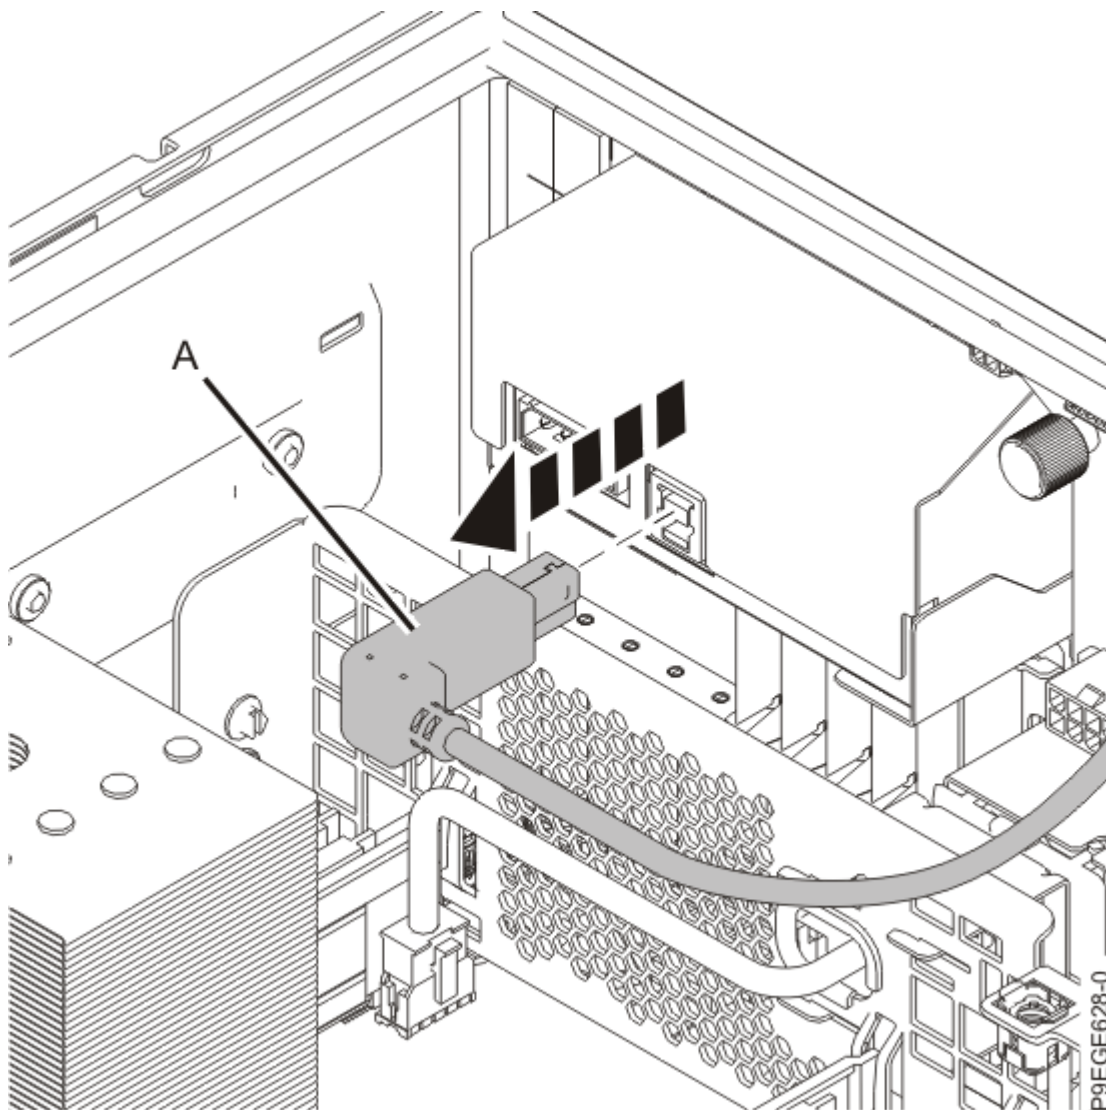

図 14. RDX ドライブからの前面 USB ケーブルの取り外し
4. システムに RDX ドライブがある場合は、RDX ドライブの背面から前面 USB ケーブル **(A)** を取り外します (16 ページの図 14 を参照)。